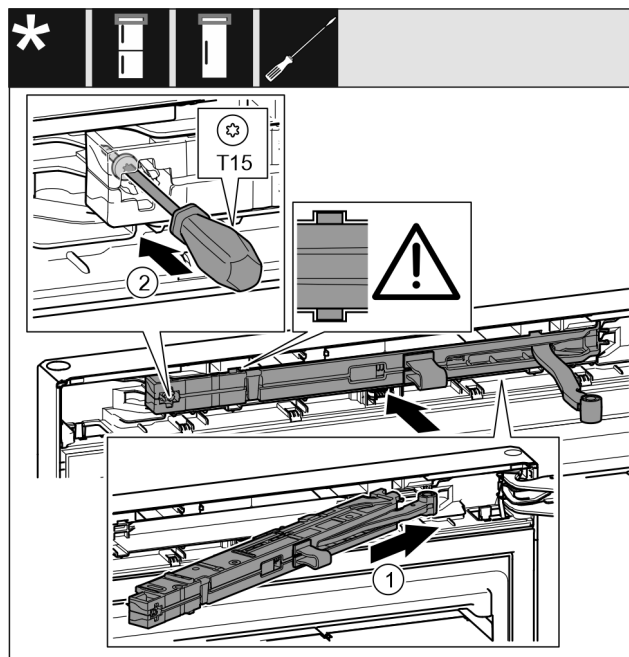

Fig. 51
- ▶ Sluitdemperunit *Fig. 51 (1)* aan de lagerbokzijde tot aan de aanslag schuin in de uitsparing schuiven.
- ▶ Schroef *Fig. 51 (2)* met een schroevendraaier vastschroeven.